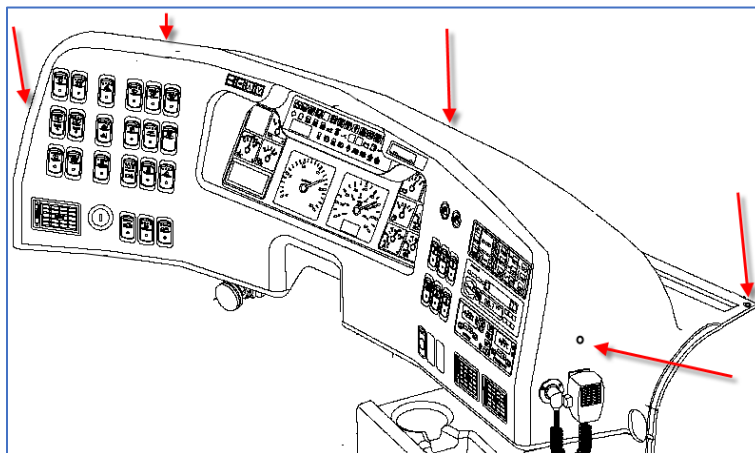

FIGURE 2: POSITION DES VIS DE RETENUE DU COUVERCLE
1. Pour accéder aux connexions de l'unité de commande (VSS) et du radio, retirer le couvercle du tableau de bord en dévissant les cinq (5) vis M4 -0.7 x 20 qui le fixe au tableau de bord. (FIGURE 2).